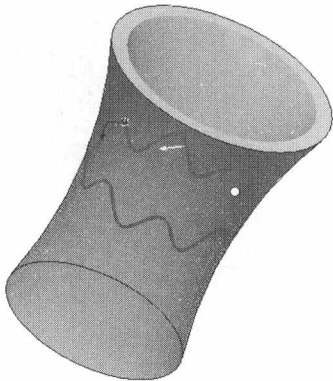

图1-14
- (1) 选中上一步中粘贴的曲面。
- (2) 选择菜单命令【编辑】/【修剪】, 选取投影曲线。
- (3) 单击  按钮, 调整要修剪的部分, 如图 1-14 所示。
- (4) 单击鼠标中键完成修剪操作。